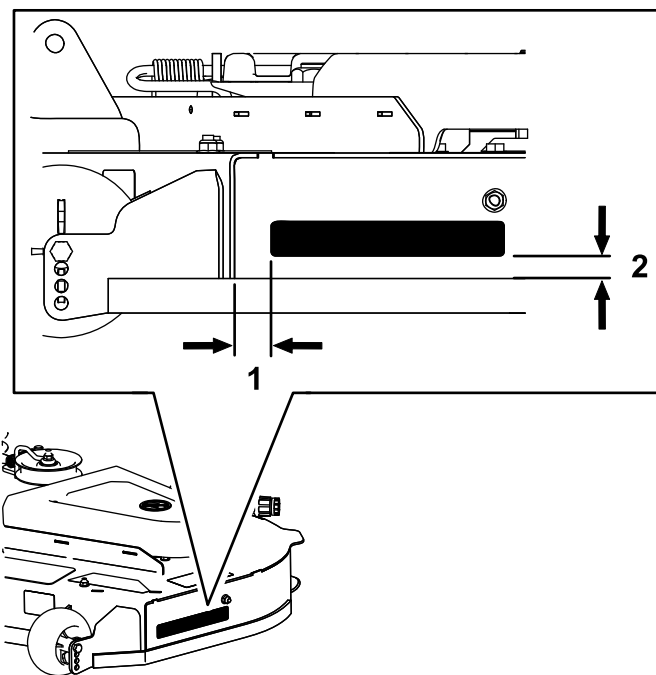

Figura 15
1. Instale la pegatina en la carcasa de corte en la posición indicada en la Figura 15.